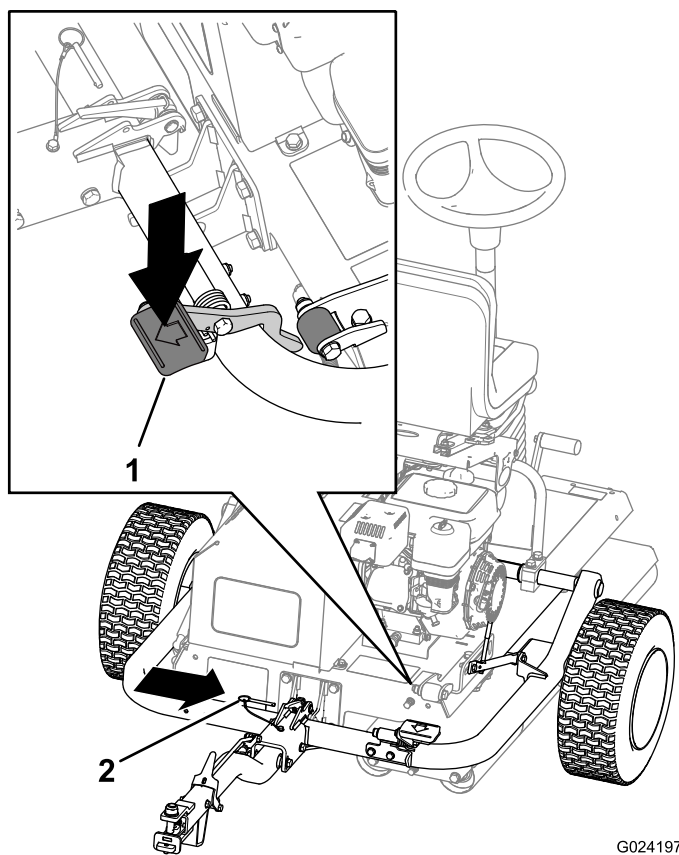

図 7
- ヒッチペダルを踏んで、ヒッチをロックする **図 7**。
- ロックピンを入れる **図 7**。